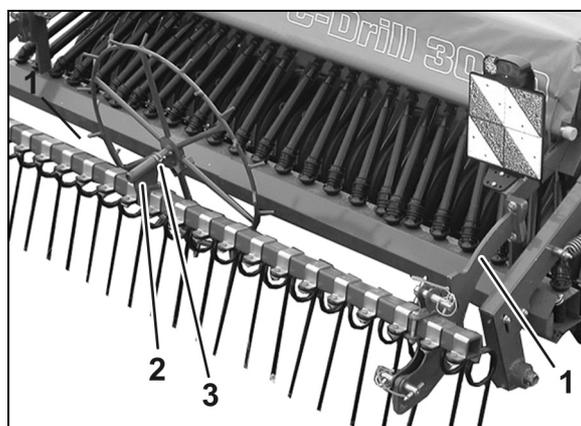

Fig. 20
10. Montez le recouvreur avec son support (Fig. 20/1) sur le C-Drill.
11. Montez le support de la roue d'appui (Fig. 20/2) sur la barre du recouvreur.
Insérez la roue d'appui et goupillez en sécurité (Fig. 20/3).